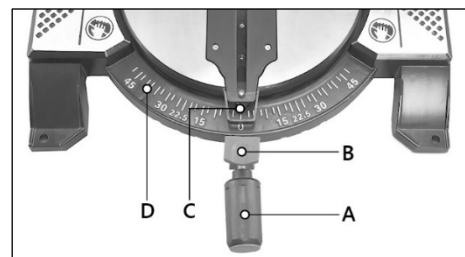

Рисунок 7. Модель BELMASH MS B-305
**Для модели MS B-305 (рис. 7)**